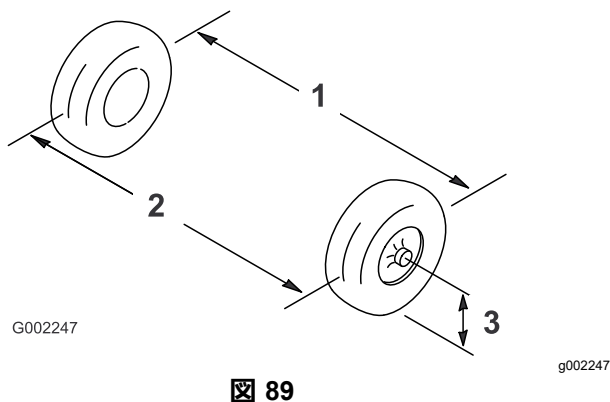

図 89
2. 前輪の前と後ろで、左右のタイヤの中央線間距離を測る計測はアクスルの高さで行う(図 89)。